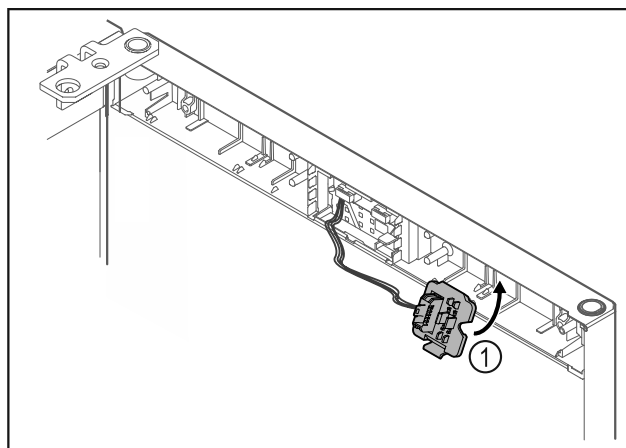

Fig. 21
- Sett pluggholderen Fig. 21 (1) fast på motsatt side.